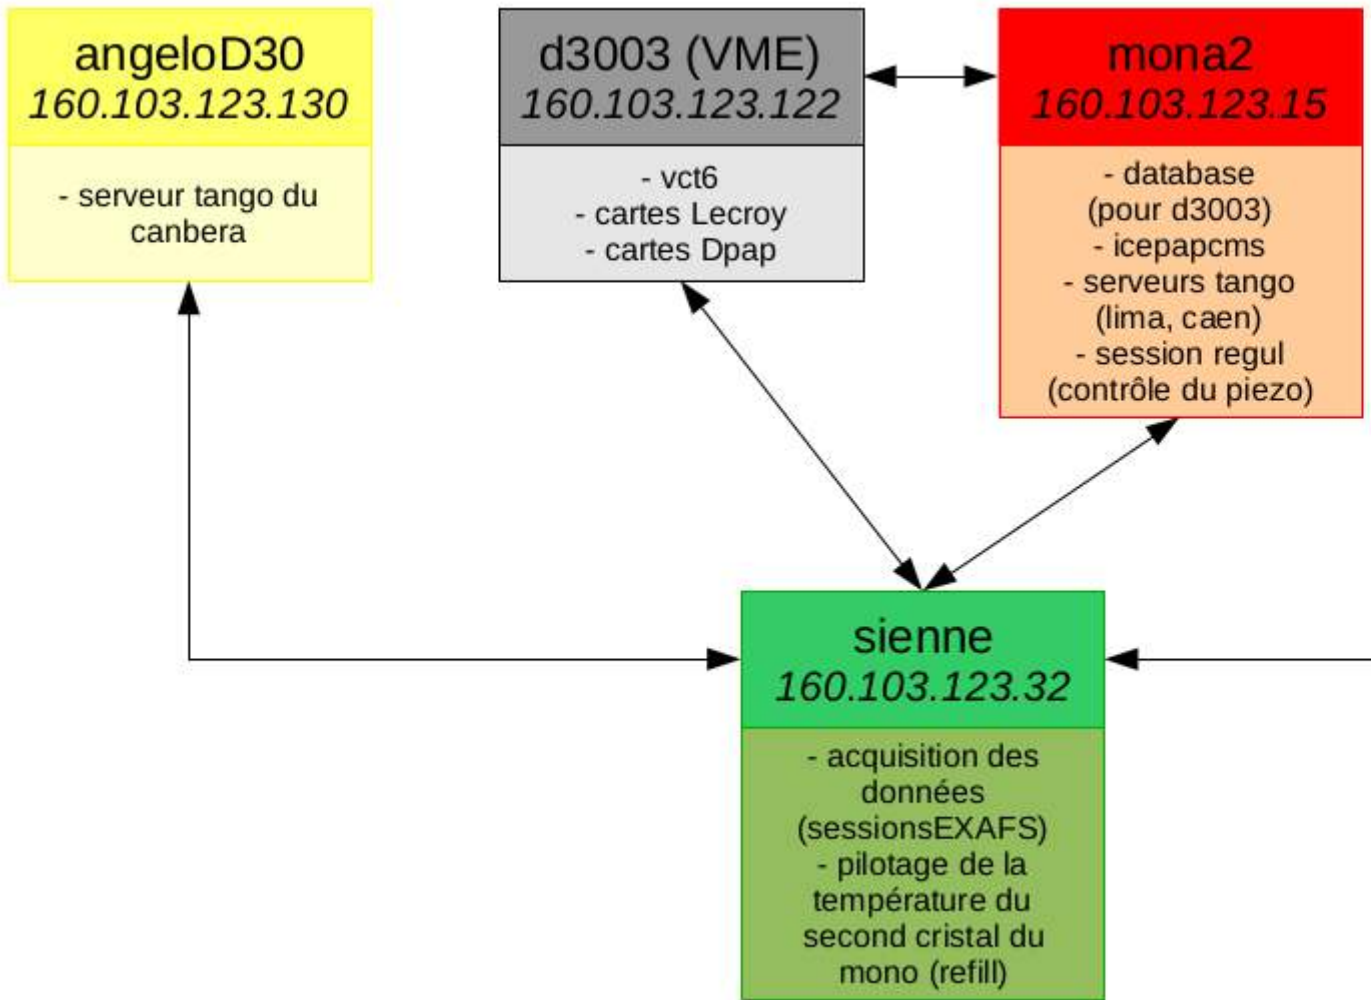

FIGURE 5.8.1 – Organigramme des ordinateurs de la ligne.
1. Redémarrage de l'ordinateur Mona2 (baie dans le couloir, figure 5.8.1) : login fame, password fame. Cela va permettre un redémarrage correct des VME (images de boot), il faut donc attendre 2-3 minutes avant de continuer.